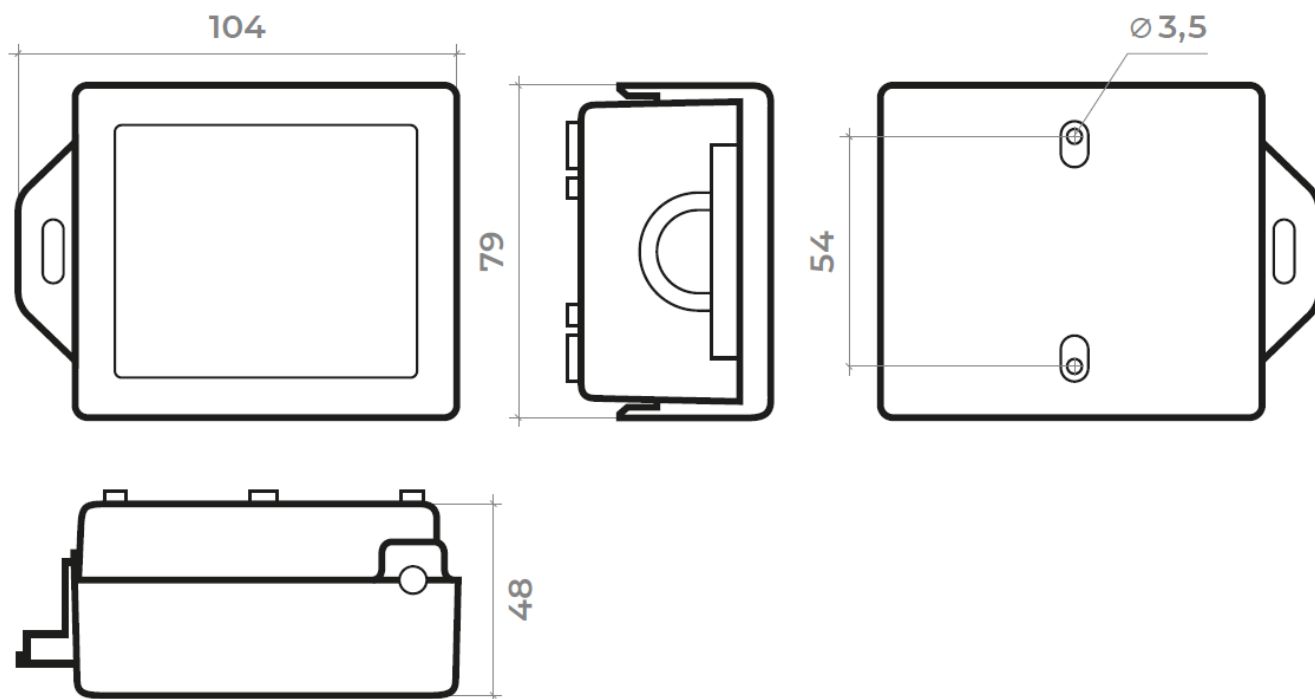
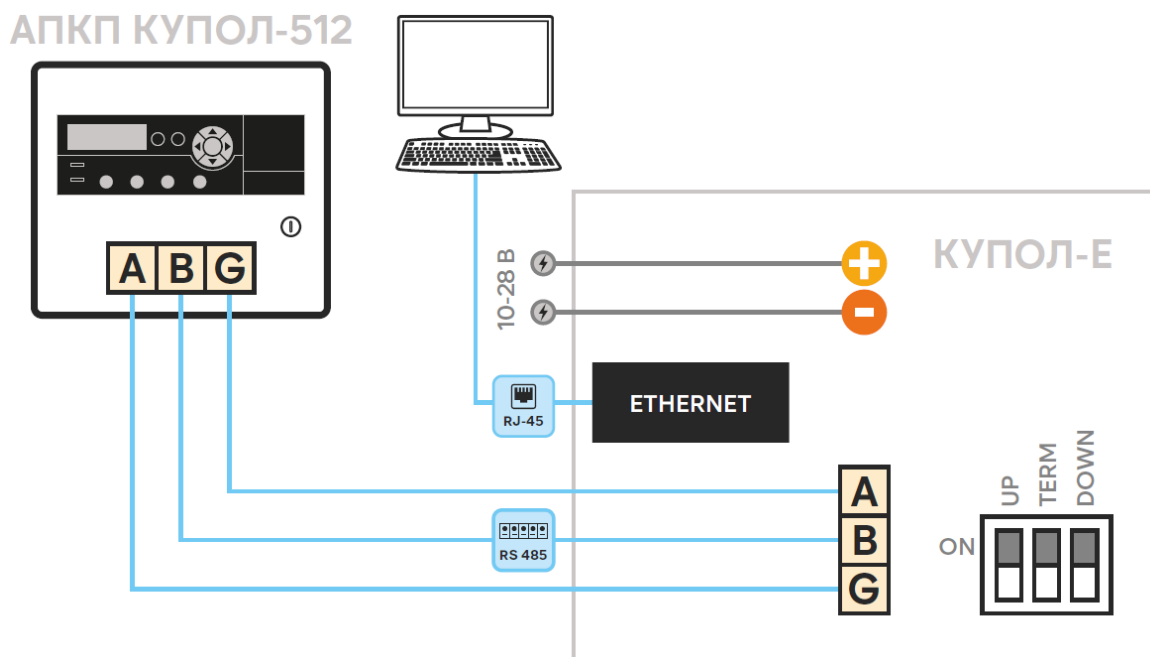

Рис.1. Габаритные и установочные размеры модуля.
Рис. 2. Назначение клемм модуля локальной сети КУПОЛ-Е.
2.1.2. Габаритные и установочные размеры модуля показаны на рис.1, принципиальные схемы подключения - на рис.2.
2.1.3. Проложить провода согласно проекту. Установить модуль, руководствуясь установочными размерами рис.1.
2.1.4. Подключить модуль к линии связи с АПКП (RS-485) и к блоку питания (рис.2). Подключить «терминатор», установив на плате переключатель "TERM" в положении On. При установке в линии нескольких внешних устройств «терминатор» устанавливается на самых дальних, крайних в линии устройствах, на остальных устройствах в линии «терминатор» отключают.